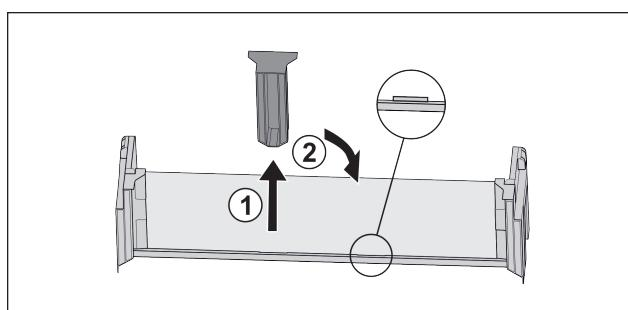

Fig. 124
- Snemite sredinski držalni del Fig. 124 (1).
- Sredinski držalni del vstavite na drugem položaju Fig. 124 (2).